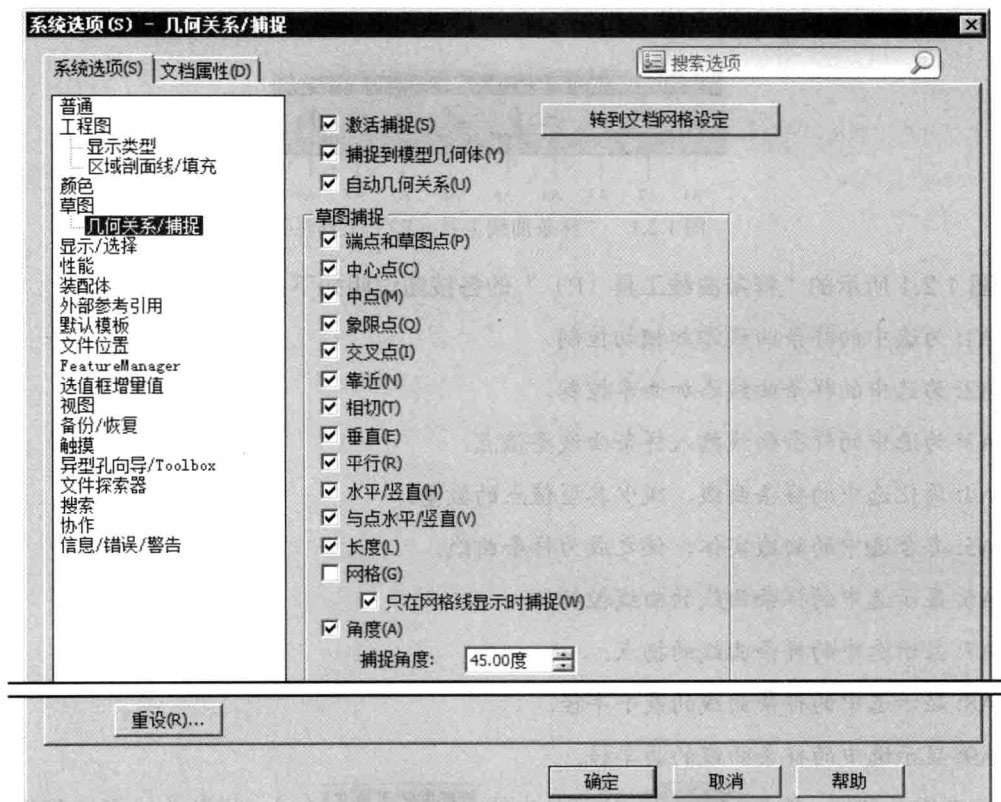

图 1.1.4 “系统选项 (S) - 几何关系/捕捉”对话框
Step2. 在“系统选项(S) - 普通”对话框的 **系统选项(S)** 选项卡左侧的列表框中单击 **几何关系/捕捉** 选项，选中图 1.1.4 所示的所有自动捕捉选项，在 ☒ **角度(A)** 复选框下的